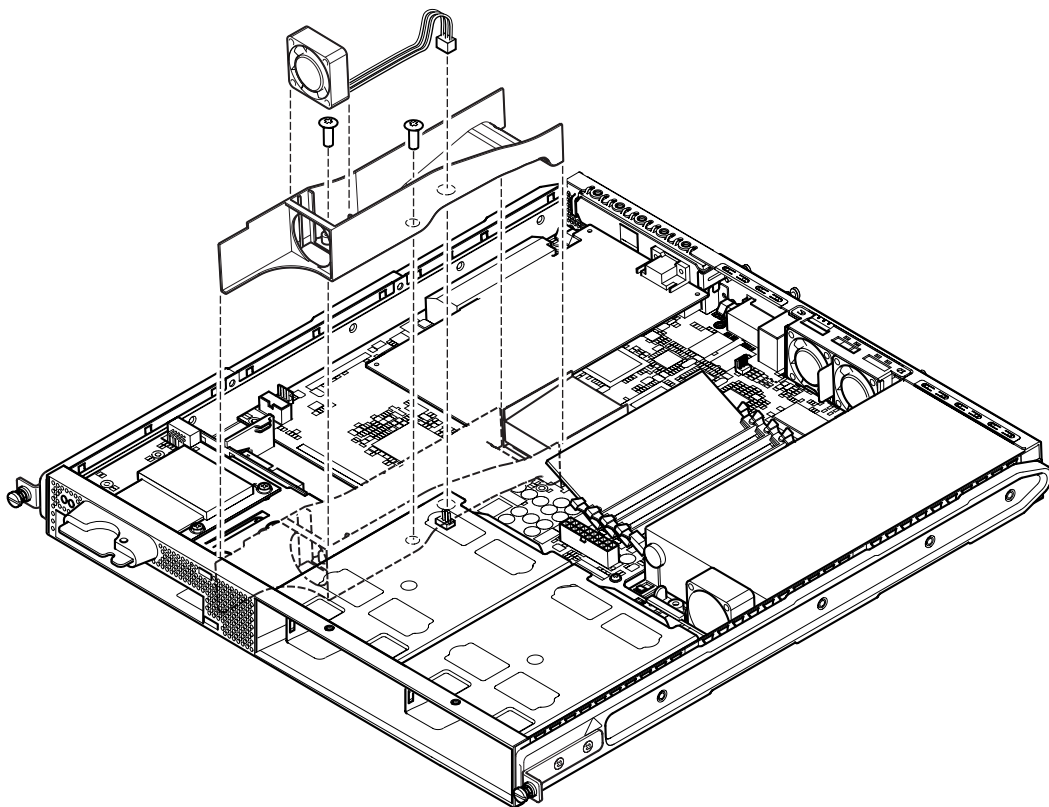

图 11-8 更换风扇 3 组件
10. 装回风扇 3 组件，方法是：将管道装回底架并拧紧，将风扇电源线连接到新系统板的连接器上（请参见图 11-8）。